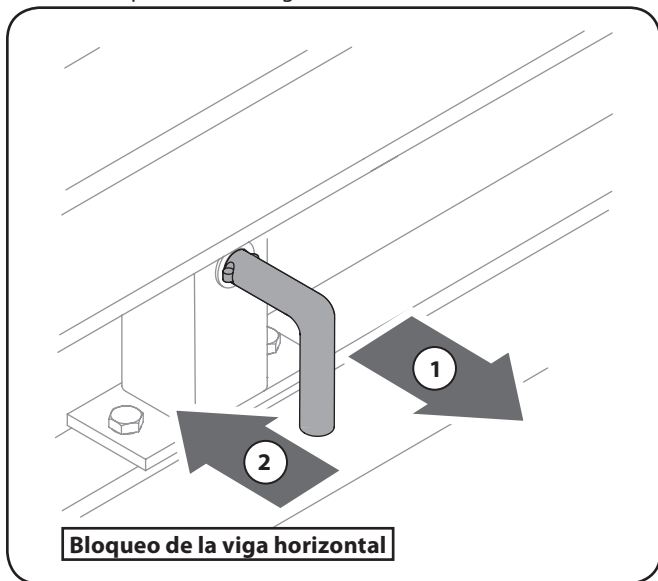

Figure 5-3
- b. La cerradura de la viga horizontal es de autoretenición. La cerradura por resorte se encajará a presión hacia lugar cuando la viga se baja en la posición. Vea fig. 5-3..